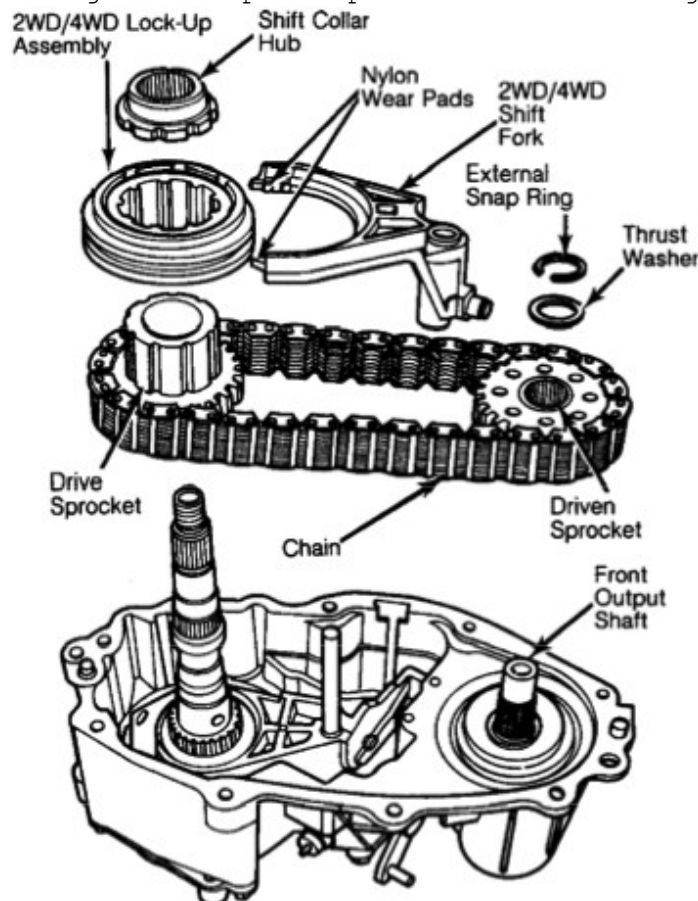

Fig. 13: remoção do cubo do colar de mudança e corrente de transmissão.
- 9) Em modelos manuais e eletrônicos, remova o conjunto de bloqueio e o garfo de mudança 2WD/4WD como um conjunto. Veja fig. 13. Se necessário, remova o conjunto de clipe externo e bucha de deslizamento do garfo. Empurre para fora o trilho guia de mudança.
21) Instale o garfo de mudança de 2WD/4WD no conjunto de bloqueio 2WD/4WD. Se removido, tenha certeza de que os espaçadores de nylon estão instalados no garfo e os pontos dos espaçadores estão no furo do garfo. Instale o conjunto colar de bloqueio 2WD/4WD e cubo sobre o eixo de saída e dentro do rasgo de mudança. Veja fig. 13.